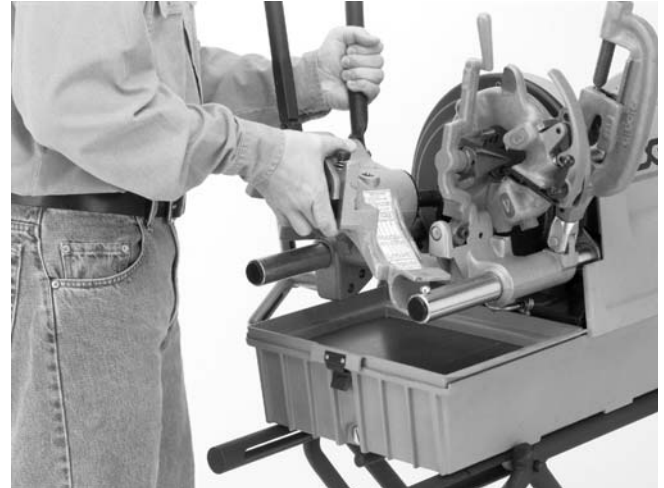

Figura 4 – Montaje sobre la Máquina Roscadora No. 1822-I (vale también para las máquinas roscadoras modelos 300 Compacta y 535)
3. Siente la 916 sobre el riel más lejano, luego bájela hacia el riel más cercano (Figura 4).